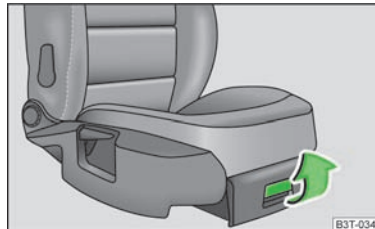

Abb. 95
- Zum Öffnen der Klappe den Griff ziehen » Abb. 95.